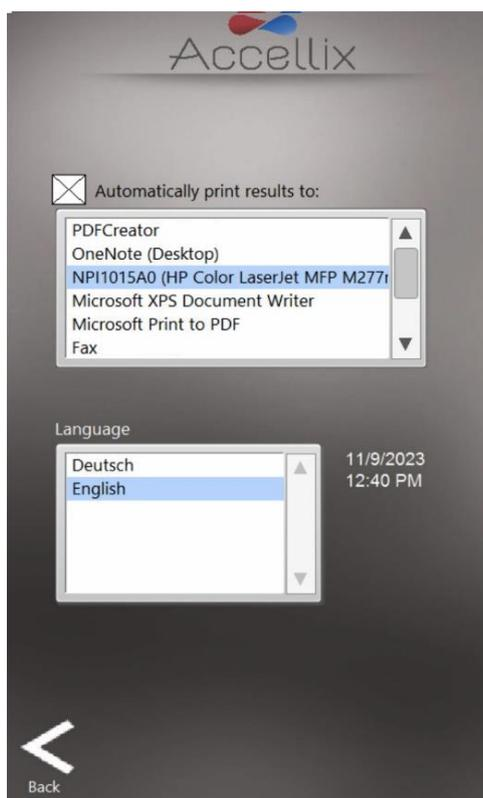

Abbildung 17: Bildschirm „Settings“ (Einstellungen)
3. Tippen Sie auf das Symbol **Settings** (Einstellungen)  unten rechts auf dem Bildschirm **Home** (Start), um den Bildschirm **Settings** (Einstellungen) (Abbildung 17) aufzurufen.